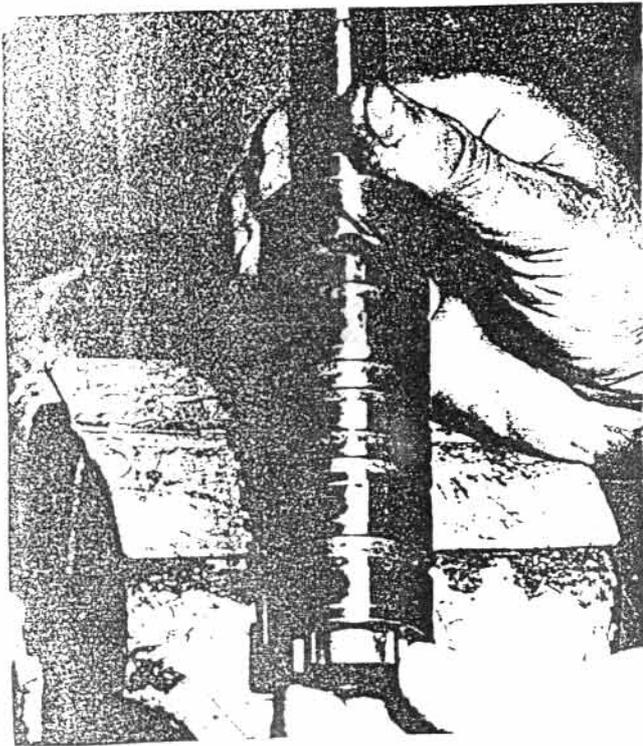

Рис. 8.20
- Ставится муфта 32 в шлицах командного плунжера так, что одна из широких междушлицевых углублений была соосной с приводным штифтом 14 /См. рис. 8.20/. Вставьте муфту на шлицах командного вала и проверьте поворот муфты с командным плунжером относительно командного вала. Он должен быть таким, каким является ход приводного штифта в наклоненной прорези